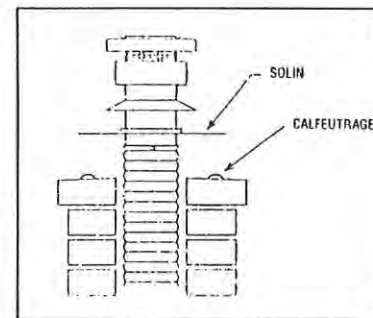

Figure 6
- 4.3 Si les parois en terre cuite des briques creuses ne dépassent pas la couronne, appliquez le calfeutrage directement sur la partie supérieure de la couronne et placez directement le SOLIN à plat sur le calfeutrage (voir figure 6).